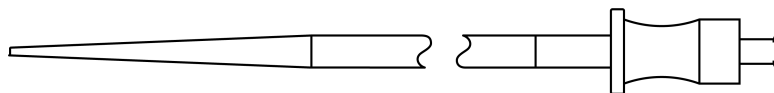

Figura 3: Dilatatore
Il sistema di rilascio polmonare Edwards SAPIEN 3 (Figura 2) facilita il posizionamento della bioprotesi. È costituito da una guaina in linea, un catetere a palloncino per il posizionamento della valvola cardiaca transcateretere Edwards SAPIEN 3 e uno stelo esterno e una capsula della valvola per coprire la valvola cardiaca transcateretere durante l'inserimento e il monitoraggio nella posizione prevista. Il sistema di rilascio comprende una punta conica che facilita il passaggio attraverso le strutture cardiache destre. La capsula della valvola e la punta conica dispongono di un rivestimento idrofilo. Lo stelo del palloncino è dotato di un marcatore visivo che ne facilita il recupero. Nel lume del filo guida del sistema di rilascio è presente uno stiletto. Il dilatatore con rivestimento idrofilo da 28 Fr (confezionato con il sistema di rilascio) viene utilizzato per predilatate il vaso prima dell'inserimento del sistema di rilascio, se necessario (Figura 3).
• Dilatatore (Figura 3)